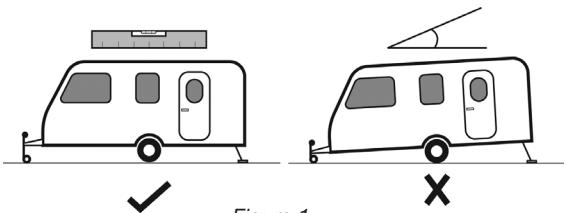

Figure 1.
- (Figure 1) Veillez à ce que votre caravane, camping-car ou camionnette est placée sur une surface plane et sécurisée.